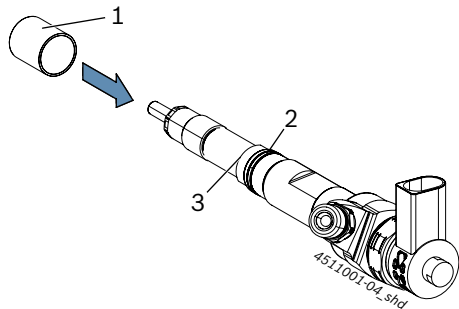

Fig. 4: Deslizar el manguito adaptador al CRI
3. Si se necesita un manguito adaptador, deslizar el manguito adaptador correspondiente (Fig. 4, pos. 1) hasta el tope (Fig. 4, pos. 3) en el CRI.
- En los siguientes pasos prestar atención a que el manguito adaptador permanezca en el tope (Fig. 4, pos. 3) del CRI y no se resbale hacia abajo.